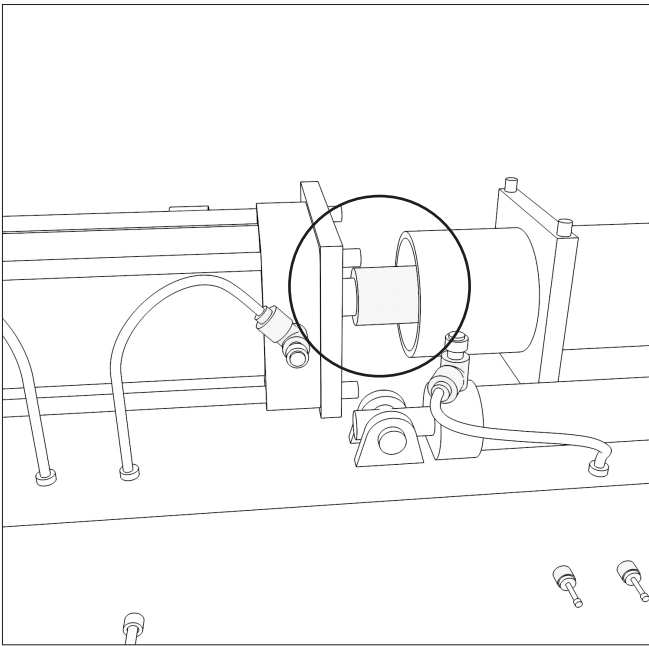

Рис. 22
12.8. Поршень главного пневмоцилиндра должен быть в положении «втянут» (рис. 22).